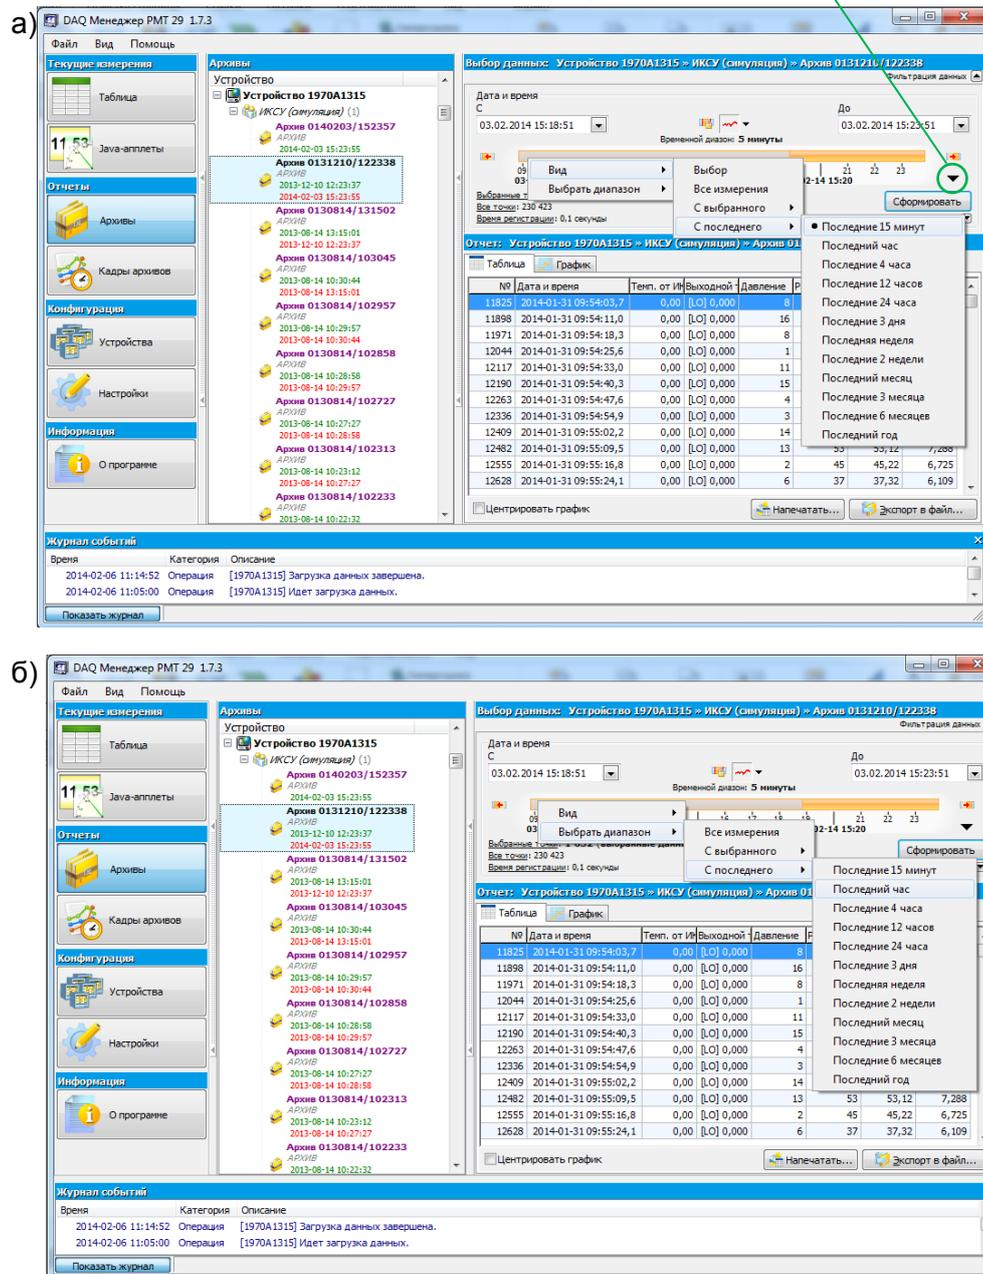

Рисунок 7.2. Содержание контекстного меню шкалы времени:
7.2.б) и изменение границ видимой области шкалы времени (рис. 7.2.а) доступны из контекстного меню шкалы времени и по нажатию кнопки «стрелка вниз».